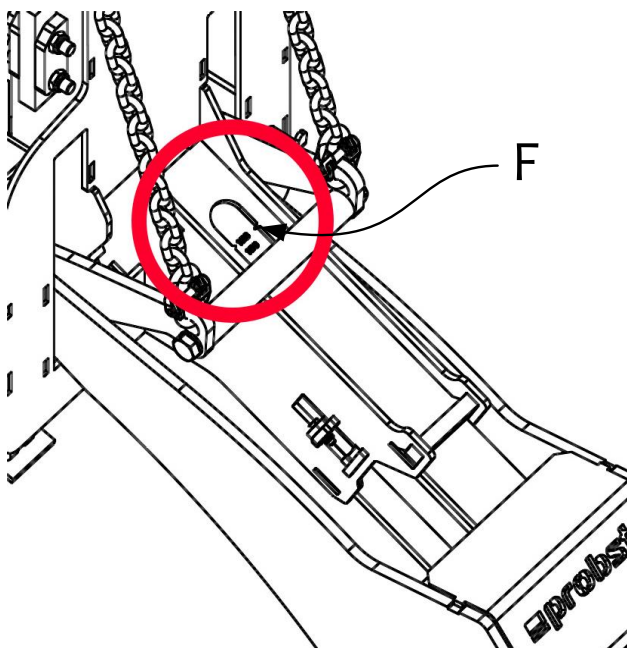

Abb. 4
Der eingestellte Rohrdurchmesser muss auf beiden Seiten des Gerätes am Sichtfenster (F) abgelesen werden (Abb. 4).